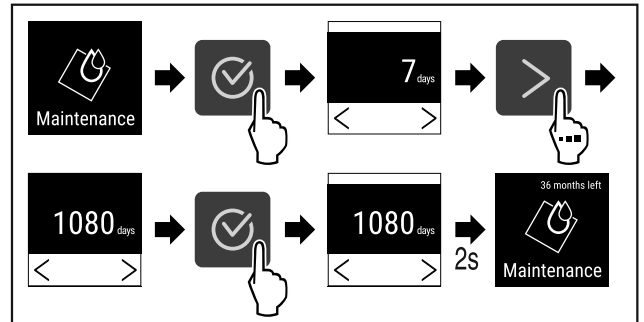

Fig. 78
- ▶ Izvedite zahtevane korake (glejte Fig. 78) .